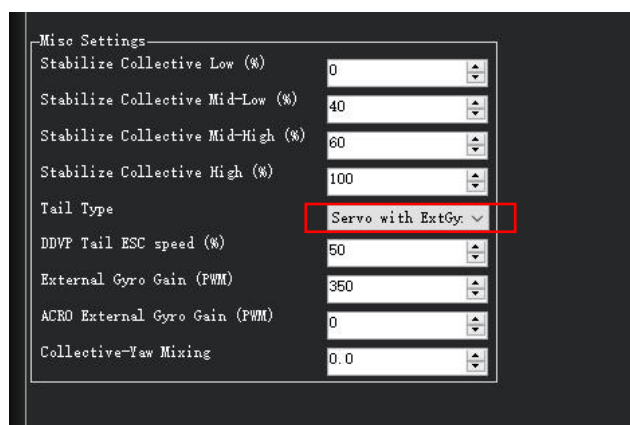
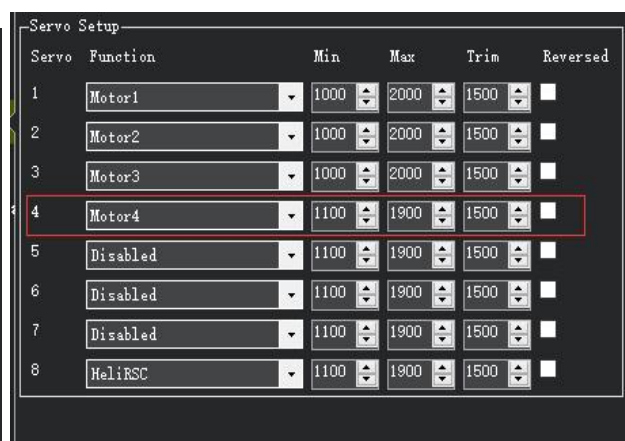

图 3 配置成 Servo with External Gyro
图 4 配置输出通道
2. Servo with External Gyro：使用带外置陀螺仪的锁尾舵机控制，ArduPilot 仅输出偏航需求，而无需通过外部陀螺仪提供直接偏航姿态稳定。如下图 3 所示，在 Tail Type 下拉菜单中选择 Servo with External Gyro 即可配置为使用带外置陀螺仪的锁尾舵机控制。如下图 4 所示，将参数 SERVOx_FUNCTION 设置成 Motor4 来控制尾舵机（默认为 4 通道输出）。